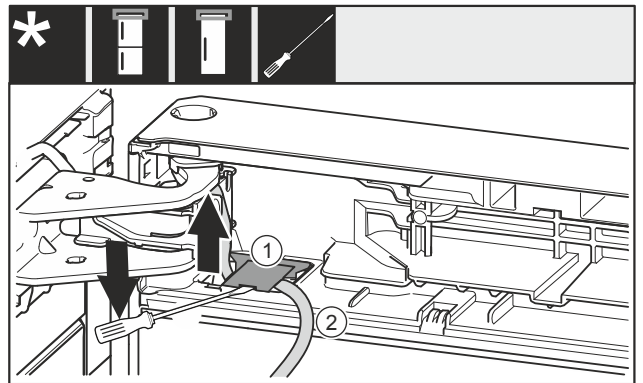

Fig. 20
- Mit Schlitzschraubendreher die Abdeckung Fig. 20 (1) anheben und herausziehen.
- Kabel Fig. 20 (2) herausziehen.